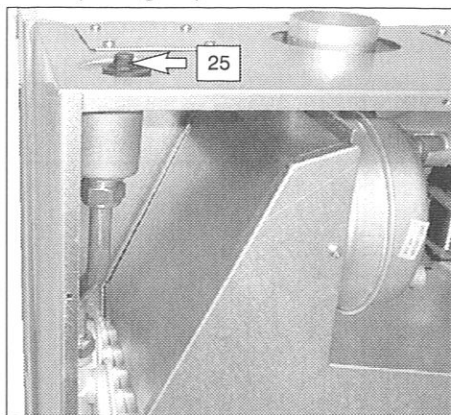

fig. 4.4
- 7 Allentare il tappo della valvola di sfiato automatico (25 in fig. 4.4).